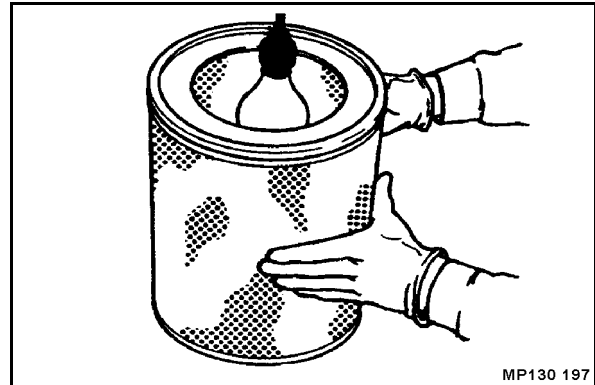

fig. 186
- Inspecter l'état du filtre à l'aide d'une lampe (fissures ou trous dans le papier) (fig. 186).